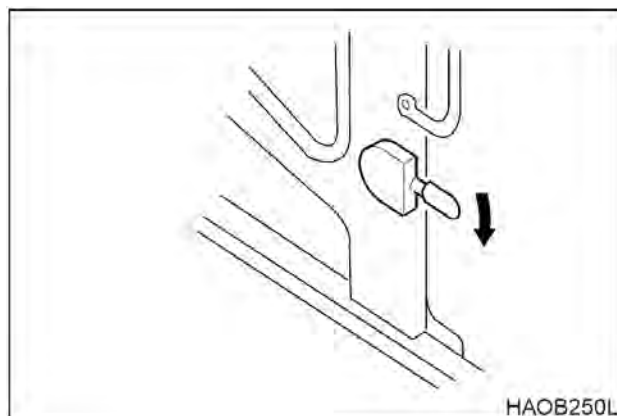

Рис. 102
- Для отделения двери от стенки кабины опустить рычаг защелки (рис. 102). Рычаг защелки расположен слева от сиденья оператора.